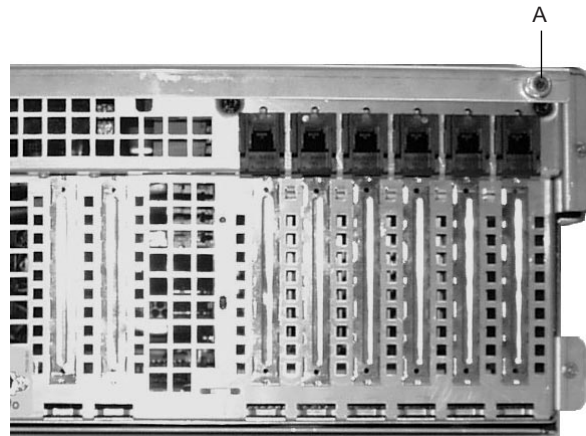

図4-6 上部カバーのチョウネジ
2. 本体の背面上部にある2つのチョウネジを外します。図4-6では、Aは2つのチョウネジの1つを示しています。
2. 本体の上部背面にある2つのチョウネジを外します。101ページの図4-6では、Aは2つのチョウネジの1つを示しています。